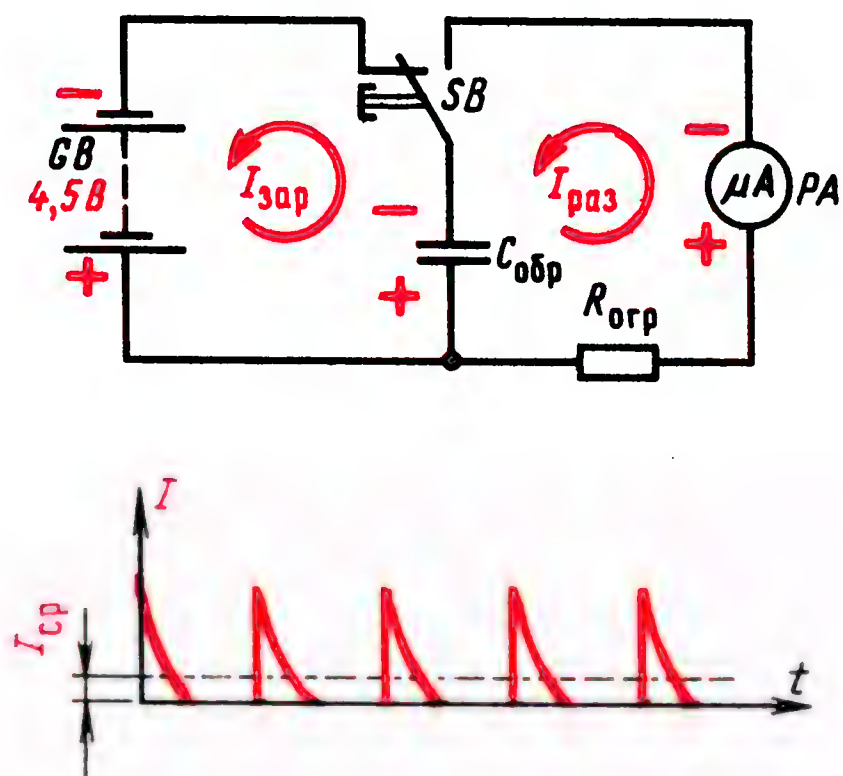

Рис. 275. Опыт, иллюстрирующий принцип работы конденсаторного частотомера
Чтобы разобраться в этом вопросе, проведи такой опыт. Соедини по схеме на рис. 275 батарею 3336 (GB), бумажный образцовый конденсатор $C_{обp}$ емкостью 0,5...1 мкФ, микроамперметр PA на ток 100...300 мкА, например микроамперметр комбинированного измерительного прибора или транзисторного вольтметра, и кнопочный переключатель SB типа КМ1-1. Последовательно с микроамперметром включи ограничительный резистор $R_{огp}$, сопротивление которого рассчитай по формуле: $R_{огp} = U_6 / I_n$, где U_6 — наибольшее напряжение батареи, используемой для опыта; I_n — ток полного отклонения стрелки микроамперметра.
тока через него (на графике в нижней части рис. 275 среднее значение тока I_{cp}). При том же образцовом конденсаторе с повышением частоты переключений прибор будет фиксировать все возрастающий ток. Таким образом, по отклонению стрелки можно судить о частоте импульсов тока, подаваемых на прибор.